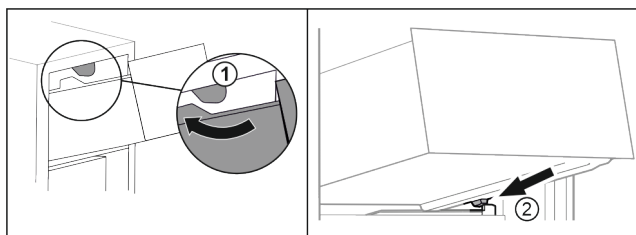

Fig. 95
- Ved'te zásuvku podél horních zarážek. Fig. 95 (1)
- Nasad'te zásuvku šikmo za dolní zarážky na žebrování na nádoby. Fig. 95 (2)